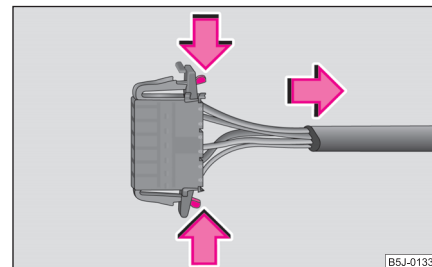

Fig. 192 Débrancher le connecteur
- Débranchez le connecteur. ⇒ fig. 192. ■